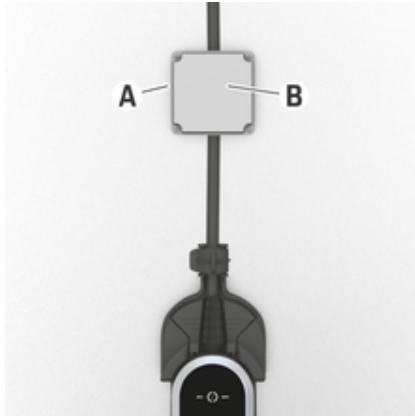

図. 3 カバーを取り付けた固定接続ボックス
9. 固定接続ボックス A (図. 3) をカバー B (図. 3) で閉じ、不正な使用を防止します。